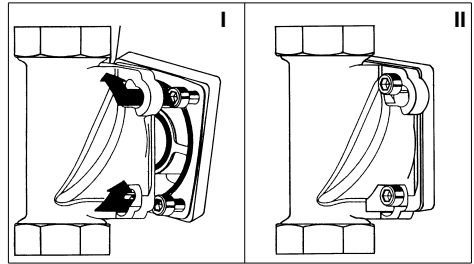

Abb. 3: Einbaudrehflansch mit Bajonett
- Die Köpfe der vier Flanschschrauben durch die Bajonettbohrungen am Einbaudrehflansch stecken (siehe Abb. 3 I).
- Den Rückspül-Schutzfilter im Uhrzeigersinn bis zum Anschlag drehen (siehe Abb. 3 II).